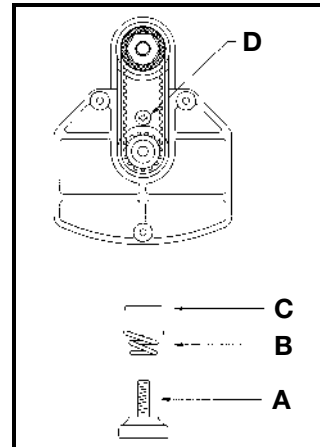

Fig. 9
5. Fixez le moteur à la base (voir Fig. 9), à l'aide de la vis à ailettes (A), du ressort (B) et de la rondelle (C).
6. Repérez la vis No. 6-32 x  $\frac{3}{8}$  po dans l'ensemble de ferrures de montage. Utilisez un tournevis à empreinte cruciforme pour poser cette vis (D), comme illustré à la Fig. 9. Serrez fermement.